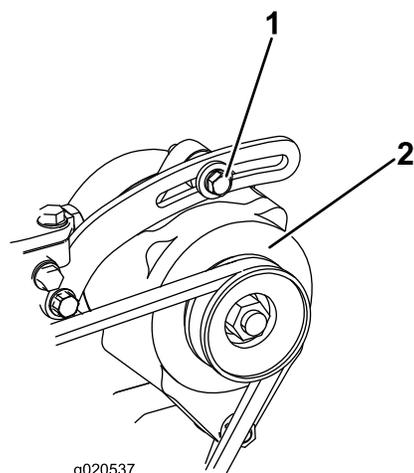

図 87
2. たわみが 10mm でない場合には、オルタネータ取り付けボルトをゆるめる 図 87。適当な張りに調整してボルトを締める。ベルトのたわみが適切に調整されたことを確認する。